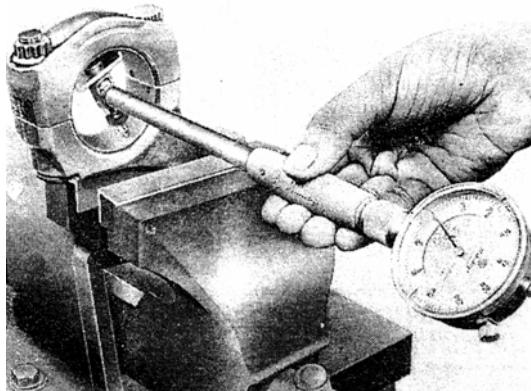

РИС. 37
12) Измерьте диаметр отверстия подшипника шатуна с помощью нутромера для измерения отверстий в трех точках, как показано и запишите эти показания на контрольном листе двигателя -3 (см. рис. 37).